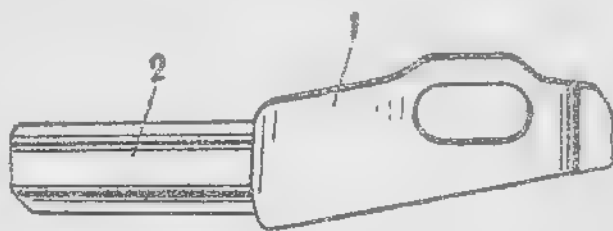

Рис. 65. Разобщитель:
**Разобщитель** (рис. 65) служит для разобщения спусковой тяги спуска от шептала после нажима на спуск и производства выстрела, для того чтобы курок мог снова встать на боевой взвод при отходе затвора назад вне зависимости от того, отпущен или не отпущен спуск. Разобщитель предохраняет от производства выстрела при не вполне закрытом затворе и запирает затвор, когда курок поставлен на предохранительный взвод.